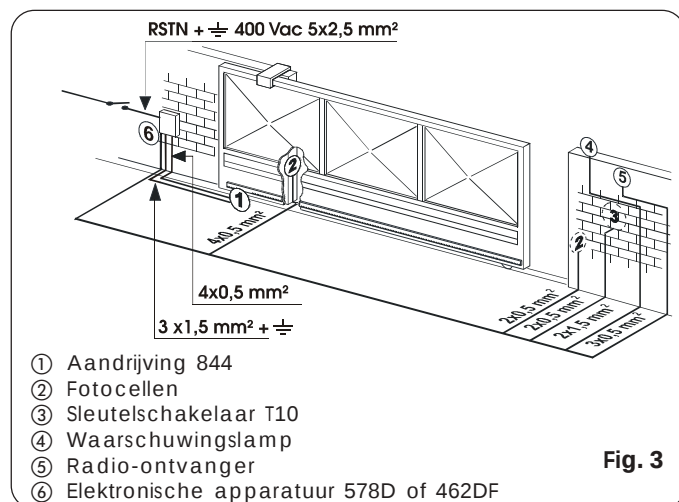

Fig. 3
- 4) Leg de elektriciteitskabels aan voor verbinding met de accessoires en voor de elektrische voeding, zoals op Fig. 3. Om de verbindingen gemakkelijk tot stand te kunnen brengen laat u de kabels ongeveer 40 cm uit de opening (Fig. 5-6 ref. ①) van de funderingsplaat steken.